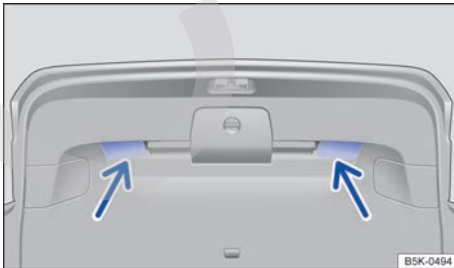

Fig. 67 Portón del maletero abierto: cavidades para tirar hacia abajo.
- Agarre el portón del maletero por una de las cavidades de su guarnecido interior → **fig. 67** (flechas).